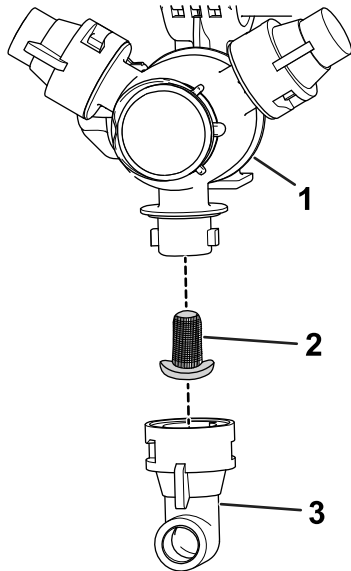

Figure 31
2. Retirez la buse de la tourelle de pulvérisation (Figure 31).
3. Déposez le filtre de buse (Figure 31).
5. Remettez le filtre de buse (Figure 31).
6. Installez la buse sur la tourelle de pulvérisation (Figure 31).